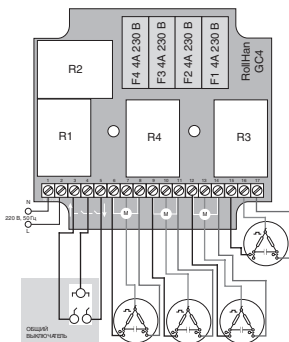

Рис. 2. Схема подключения группового управления GC4
3. Выполните электрическое подключение согласно схеме (рис. 2).
Назначение контактов (рис. 2)